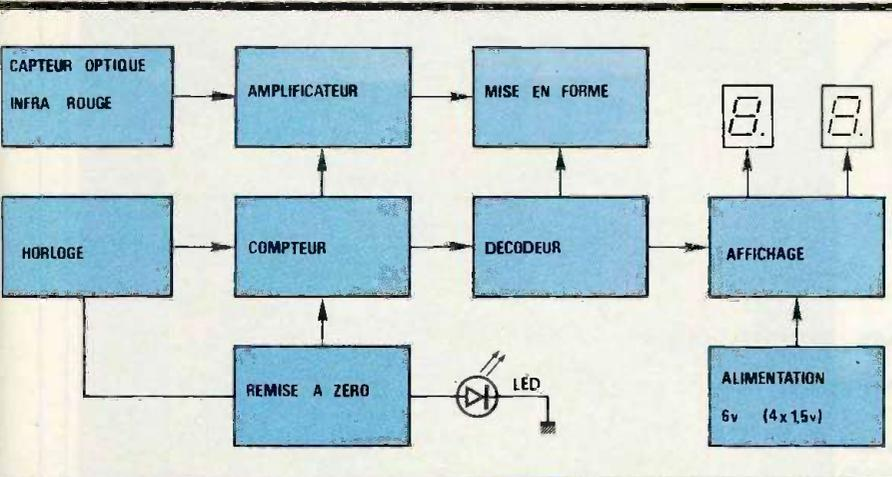

Fig. 1 Synoptique complet du tachymètre digital.
La diode permet le passage d'un courant  $I_1$  qui dépend pratiquement de  $U$  et de  $R$  (fig. 1). La chute de tension à ses bornes (0,6 V) est sou-
**Fig. 1 et 2** Rappels du principe d'une diode.
(fig. 1 et 2)